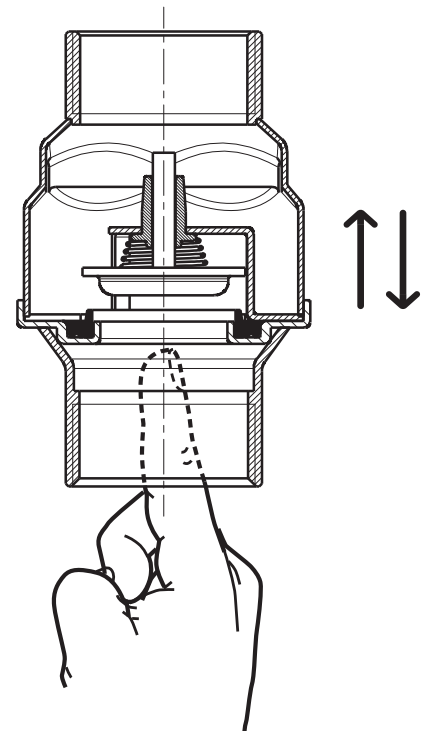

Abb. 1
- Vergewissern Sie sich davon, dass das Ventil korrekt funktioniert, indem Sie das Schließelement von der Ansaugrichtung her in der Richtung des auf dem Ventilgehäuse aufgestempelten Pfeils drücken (Abb. 1). Das Schließelement muss sich nach oben und, sobald es losgelassen wird, von selbst wieder nach unten bewegen. Sofern dies nicht der Fall ist, vergewissern Sie sich bitte davon, dass sich keine Fremdkörper im Ventil befinden und wiederholen dann den Vorgang. Falls sich das Schließelement nicht ungehindert bewegt, darf das Ventil nicht montiert werden.